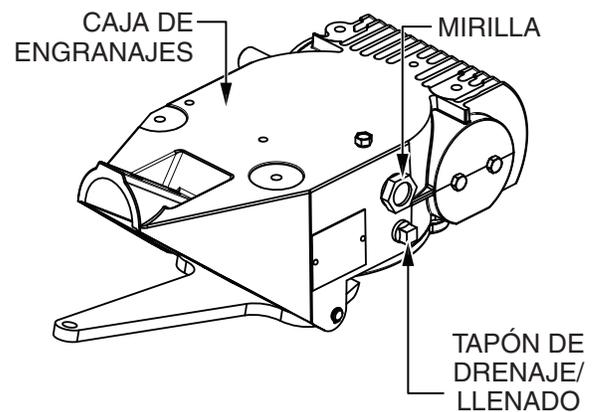

Figura 16. Aceite para cajas de engranaje
1. Mire la mirilla situada junto a la caja de engranajes (Figura 16) para determinar el nivel de aceite en la caja de engranajes. El nivel de aceite es correcto si alcanza la mitad de la mirilla.
2. Si el aceite de la caja de engranajes está bajo, retire el tapón de drenaje/llenado (Figura 16) y llene con aceite sintético para engranajes Chevron Cetus® HiPerSYN® 460 hasta alcanzar el nivel correcto. Cuando haya terminado, vuelva a colocar el tapón de drenaje/llenado.